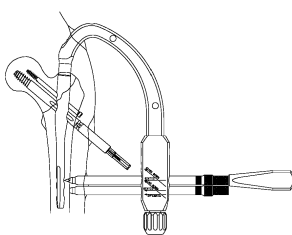

図19
- 18) ディスタルススクリュー用スリーブとディスタルススクリュー用ドリルスリーブを組み付け、ターゲットデバイスのつまみでスリーブを確実に固定し、ディスタルススクリュー用オウルにて外側皮質を穿孔します。（図19）